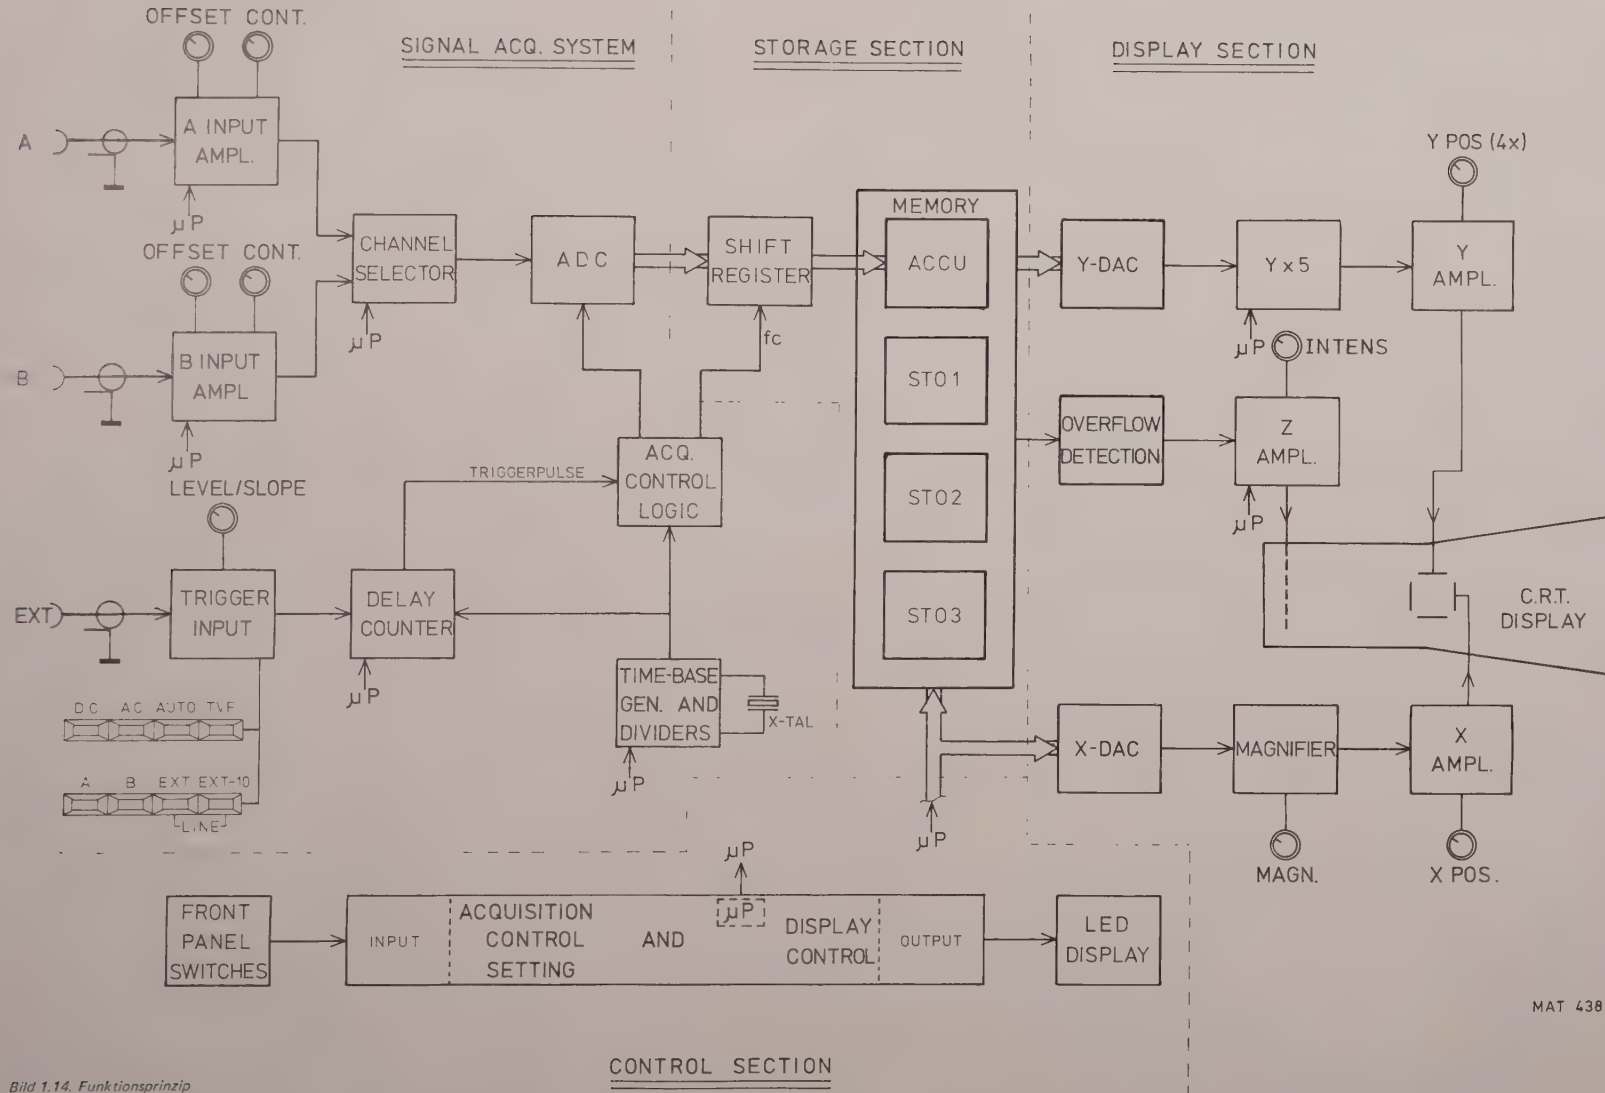

Bild 1.14. Funktionsprinzip
1.5. FUNKTIONSPRINZIP (Siehe Bild 1.14)